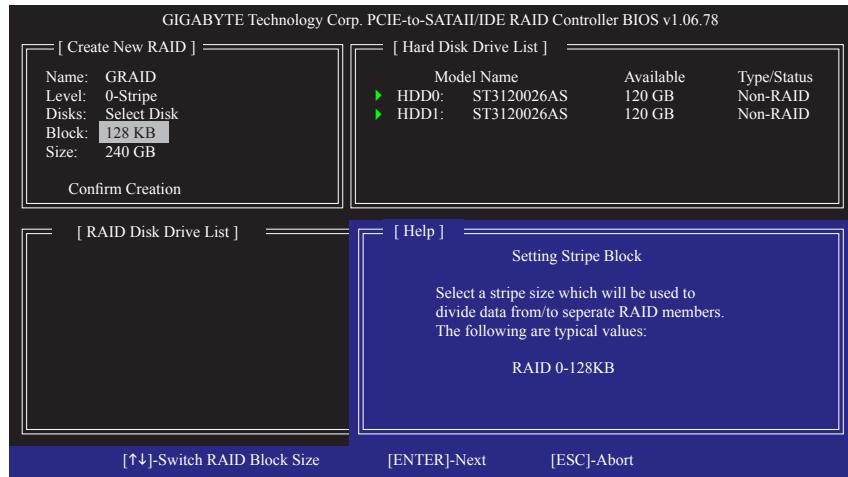

図 6
4. **Set Block Size (RAID 0 only):** Block 項目の下で、上または下矢印キーを使用してストライプブロックサイズを 4 KB ~ 128 KB の範囲で選択します(図 6)。<Enter> を押します。